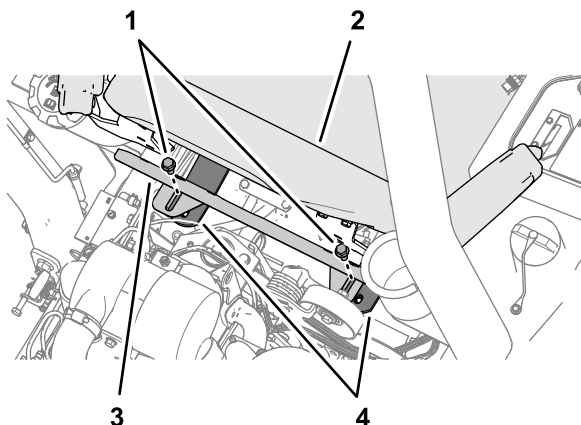

Рисунок 2
1. В задней части сиденья оператора выверните 2 винта с фланцем, которые крепят тепловой экран и поперечину планок сиденья, и снимите тепловой экран (**Рисунок 2**).